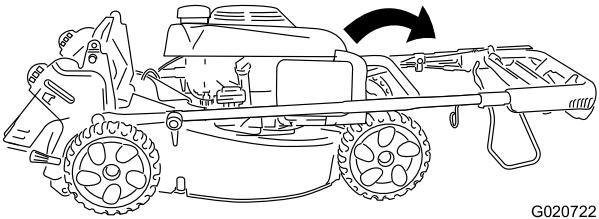

Figure 4
2. Dépliez la moitié supérieure du guidon vers l'avant jusqu'à ce que les deux moitiés soient dans le prolongement l'une de l'autre et s'emboîtent ensemble correctement, comme montré à la Figure 4.